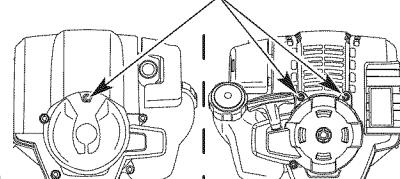

Fig. 40
1. Utilizando un destornillador de cabeza plana o Torx T-25, quite los dos (2) tornillos en la parte posterior de la cubierta del motor y el que se encuentra en la parte delantera de la cubierta del motor (Fig. 40).
1. Apague el motor y espere que se enfrie. Utilizando un destornillador de cabeza plana o Torx T-25, quite los dos (2) tornillos en la parte posterior de la cubierta del motor y el que se encuentra en la parte delantera de la cubierta del motor (Fig. 40).